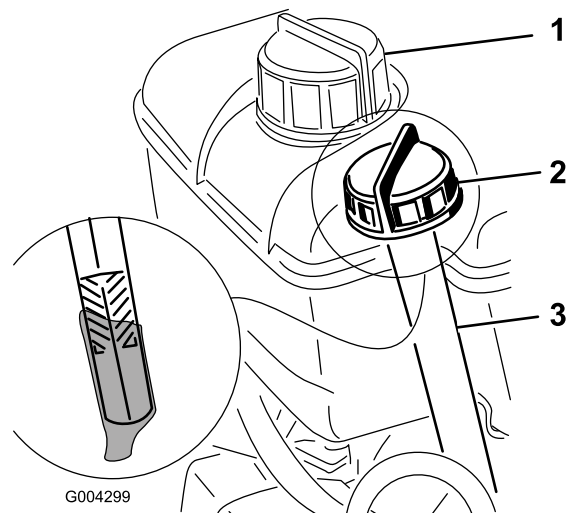

Figure 12
2. Nettoyez la surface autour du bouchon de remplissage (Figure 12).
1. Nettoyez la surface autour du bouchon du réservoir de carburant (Figure 12).